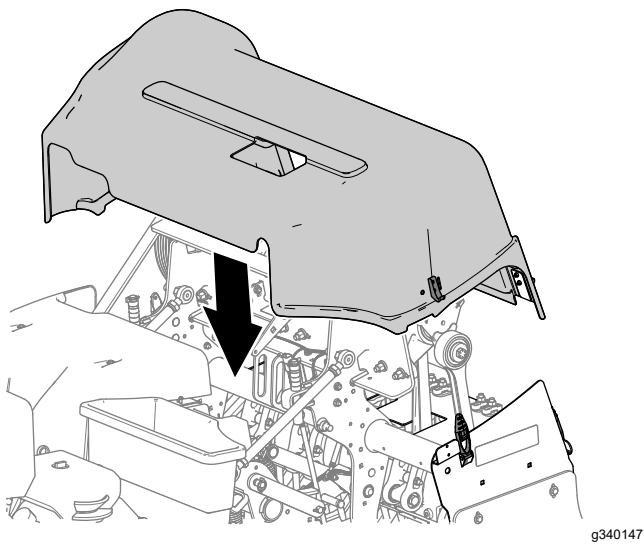

Рисунок 152
1. Совместите кожух вала аэратора с машиной, как показано на Рисунок 152.